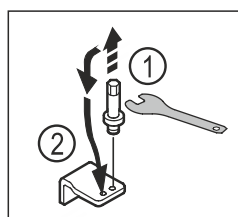

Fig. 14
- ▶ Skru bolt af det nederste hængsel med en SW5-unbrakonøgle. Fig. 14 (1)
- ▶ Indsæt bolt på den modsatte side. Fig. 14 (2)